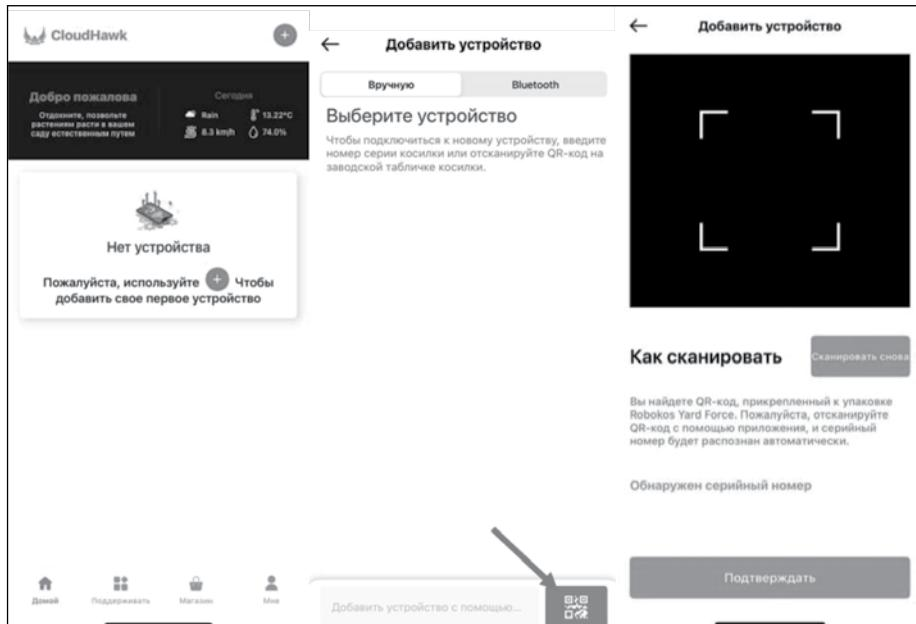

Рис. 35
2. Введите или отсканируйте серийный номер устройства (SN). SN и соответствующий QR-код указаны на корпусе газонокосилки. После этого вы сможете найти и добавить устройство (рис. 35).